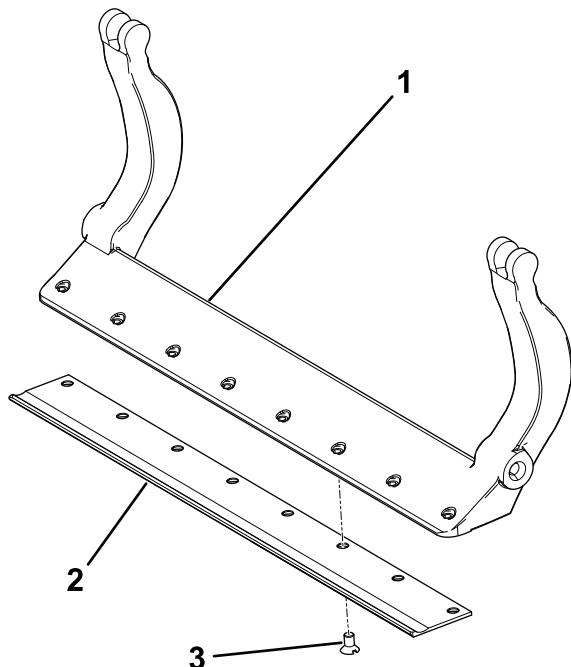

Figura 34
- A. Serrate le 2 viti esterne a 1 N·m; fate riferimento alla Figura 34.
- B. Partendo dal centro della controlama, serrate le viti a 23–28 N·m; fate riferimento alla Figura 34.